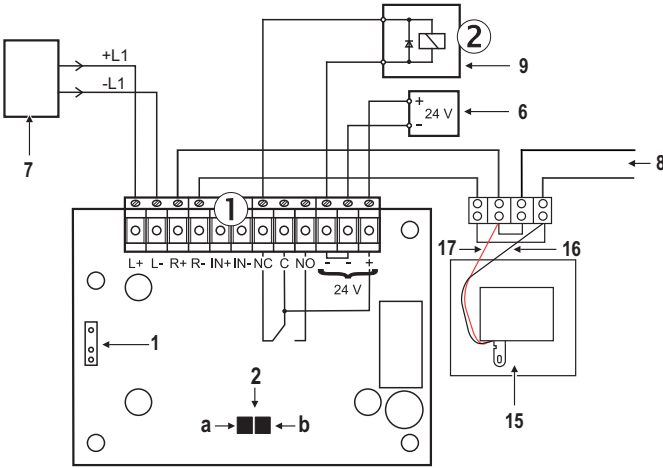

Fig. 4 Verdrahtung des Türsteuermoduls FC410TSM mit einem adressierbaren Handmelder.
- 6) Per lo schema tipico di collegamento del FC410TSM, vedere Fig.4 e 5.